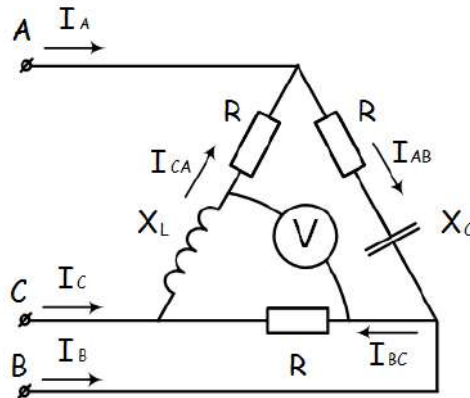

Рисунок 6
9. К зажимам приемника, подсоединён трехфазный генератор, обмотки которого соединены по схеме “треугольник” (рис. 6). Определить фазные и линейные токи, показания вольтметра, зная, что линейное напряжение равно 220 В, $R = 25 \text{ Ом}$, $X_L = X_C = 10 \text{ Ом}$.